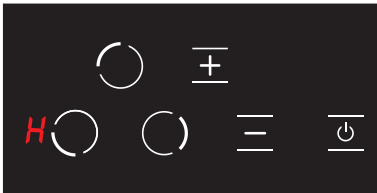

Abbildung 17
3. Wenn eine Kochplatte nach 20 Sekunden noch heiß ist, blinkt auf dem Display das Symbol **H**, bis die entsprechende Kochplatte unter +60 °C sinkt. (siehe Abb. 17) Wenn die entsprechende Kochplatte nicht heiß ist, erscheint nach dem Ausschalten der Kochplatte kein Symbol auf dem Display.